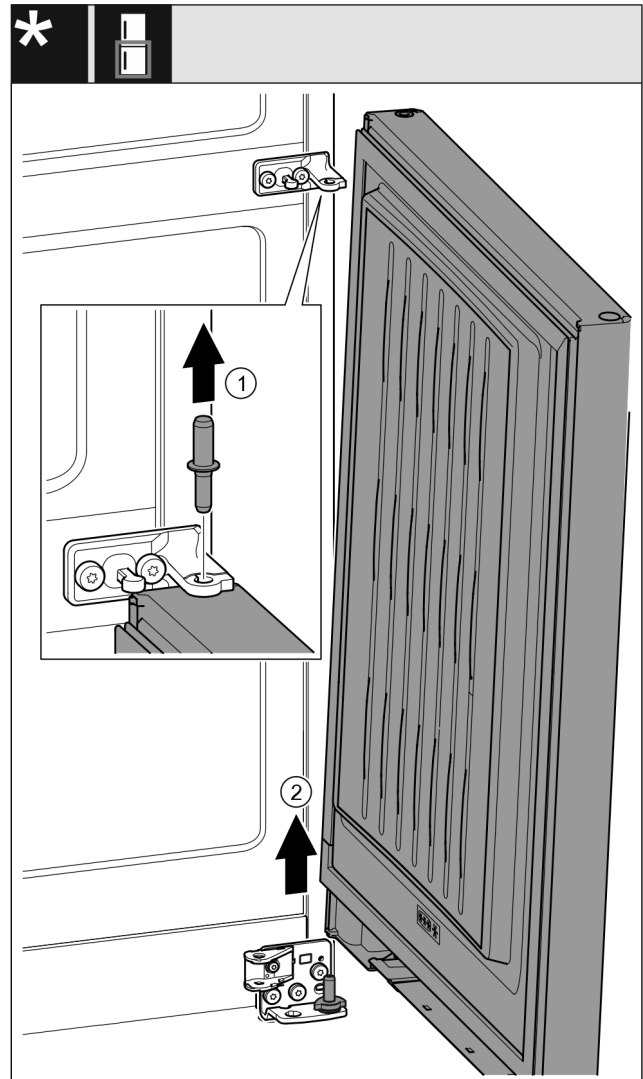

Fig. 18 Mit Schließdämpfer*
- ▶ Bolzen Fig. 18 (1) nach oben herausziehen.*
- ▶ Tür Fig. 18 (2) herausschwenken, nach oben ziehen und beiseitestellen.*